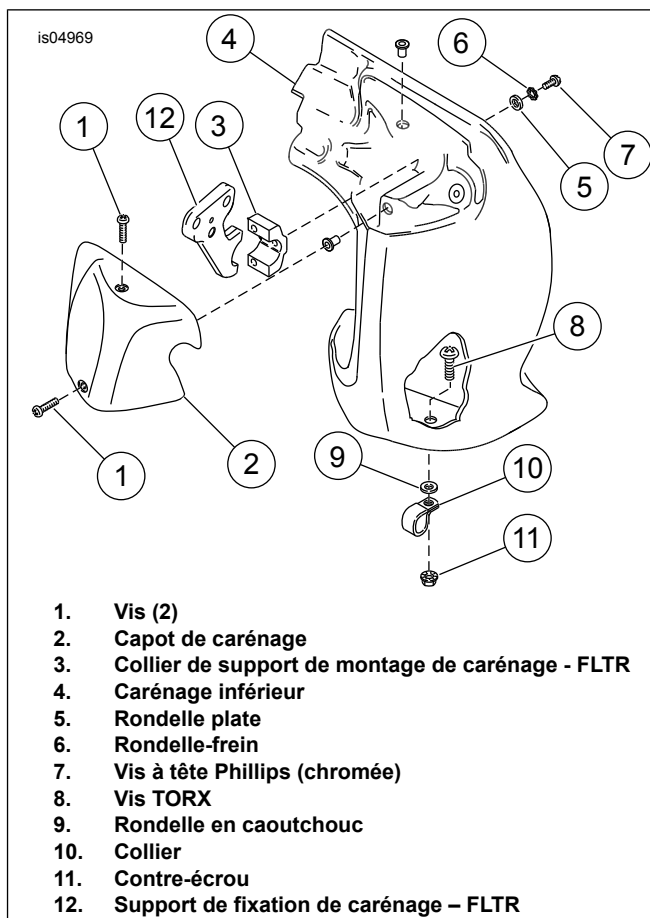

Figure 2. Carénage inférieur accessoire FLTR/I
4. Voir Figure 2. Retirer la vis TORX® (8), la rondelle en caoutchouc (9), le contre-écrou (11) et le collier (10) qui fixent le bas du carénage inférieur (4) à la protection du moteur et les mettre de côté.
5. Retirer les deux vis (1) qui fixent le capot de carénage (2) au carénage inférieur. Retirer le bouchon. Mettre les pièces de côté pour l'installation.
6. Retirer la vis (7), la rondelle-frein (6) et la rondelle plate (5) du collier (3) qui fixe le haut du carénage inférieur au support de fixation inférieur (12) du carénage supérieur.
7. Retirer le grand collier (3) de la protection du moteur.